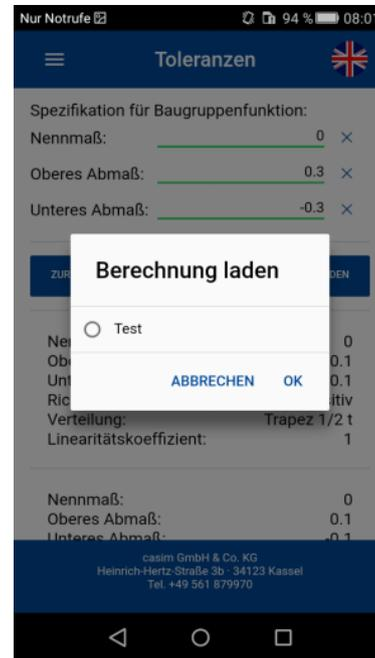

Bild 9
Mit dem Button „Berechnung laden“ (3) wird eine bereits gespeicherte Berechnung geladen. Nach dem Tap auf diesen Button öffnet sich ein Fenster, in dem alle gespeicherten Berechnungen angezeigt werden. Die Auswahl wird mit „OK“ (Bild 9) bestätigt und die Daten der Berechnung werden geladen.